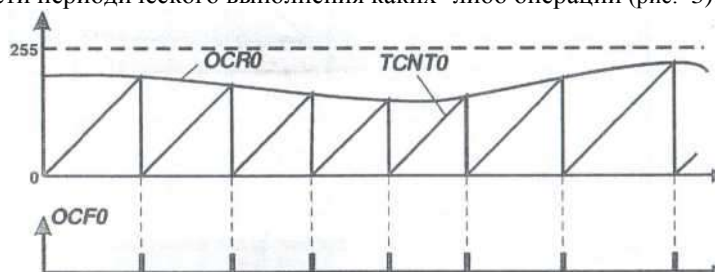

Рис. 3. Режим работы CTC (clear to compare-очистка при совпадении) таймера T0
В режиме фазового ШИМ счетный регистр TCNT0(2) формирует пилообразный сигнал развертки с нарастающим и спадающим фронтами. Сначала регистр инкрементирует свое значение от 0 до 255, а затем происходит его декремент от 255 до 0 (рис. 3, а).
Если при превышении значения, содержащимся в счетном регистре TCNT0(2), значения, содержащегося в регистре сравнения OCR0(2) происходит обнуление вывода OC0(2) таймера, то ШИМ является неинвертирующим (рис. 3, б). В противном случае ШИМ - инвертирующий (рис. 3, в).
В нормальном режиме работы счетный регистр TCNT0 изменяется от 0 до 255 и далее продолжает счет. В режиме «очистка при совпадении» значение уставки записывается в регистр OCR0. Когда значение счетного регистра TCNT0 доходит до уставки OCR0, регистр TCNT0 автоматически очищается, а таймер - перезапускается. Этот режим очень удобен при необходимости периодического выполнения каких-либо операций (рис. 3).